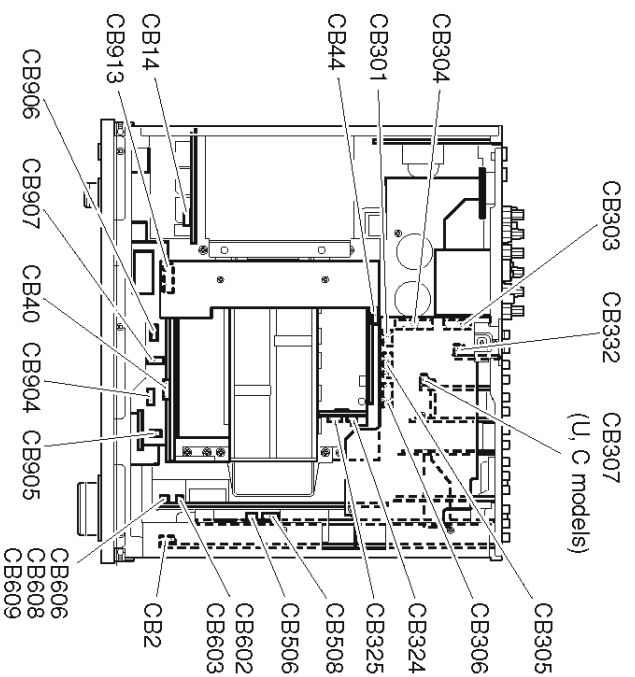

Fig. 3
- c. Remove CB2, CB14, CB904 ~ CB907, and CB913. (Fig. 3)
- c. CB2、CB14、CB904～CB907、CB913を外します。(Fig. 3)
- c. Remove 1 screw (⑪) and 4 screws (⑫). (Fig. 3)
- d. Remove CB301 and CB303 ~ CB306. (Fig. 3)
- c. ⑪のネジ1本、⑫のネジ4本を外します。(Fig. 3)
- d. CB301、CB303～CB306を外します。(Fig. 3)
- Remove CB40, CB44, CB307 (U, C models), CB325, CB332, CB506, CB508, CB602, CB603, CB606, CB608 and CB609. (Fig. 3)
- CB40、CB44、CB325、CB332、CB506、CB508、CB602、CB603、CB606、CB608、CB609を外します。(Fig. 3)
- Remove CB324. (Fig. 3)
- CB324を外します。(Fig. 3)